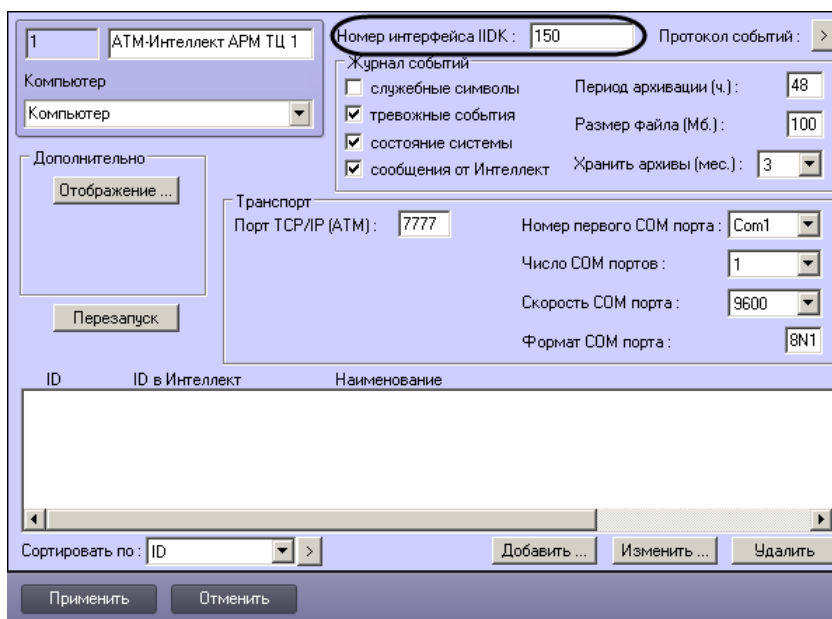

Рис. 7.2—3 Панель настройки объекта АТМ-Интеллект АРМ ТЦ
11. В поле **Номер интерфейса IIDK** ввести идентификатор объекта **Интерфейс IIDK**, созданного на шаге 2 (см. Рис. 7.2—3).